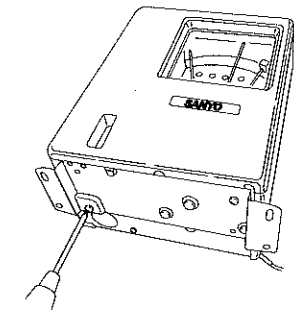
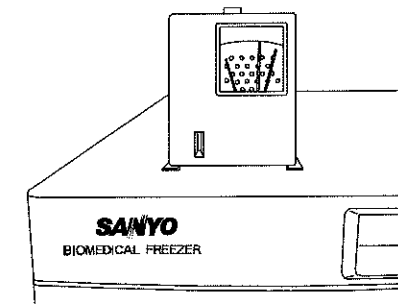

図 7
図 8
1. 記録計に付属の取付金具を記録計に取付け(図 7)、図 8 のように、フリーザの天面(記録計取付位置)に取付けます。